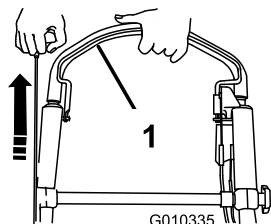

Figura 21
3. Sujete la barra de control de la cuchilla contra el manillar y tire del arrancador de retroceso (Figura 21).